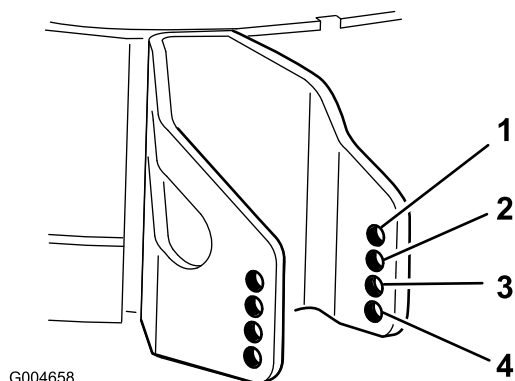

Figura 23
4. Seleccione el taladro que hará que el rodillo protector del césped esté lo más próximo posible a la altura de corte deseada (Figura 23).